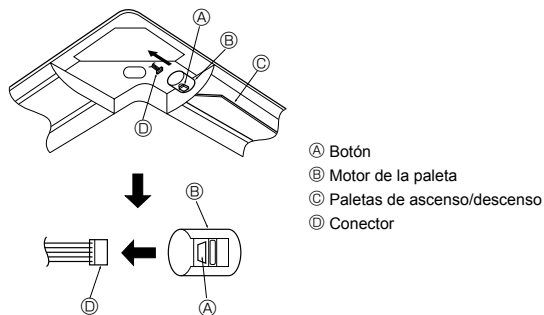

Fig. 9-11
9.7. Bloqueo de la dirección del flujo de aire de ascenso/descenso (Fig. 9-11)